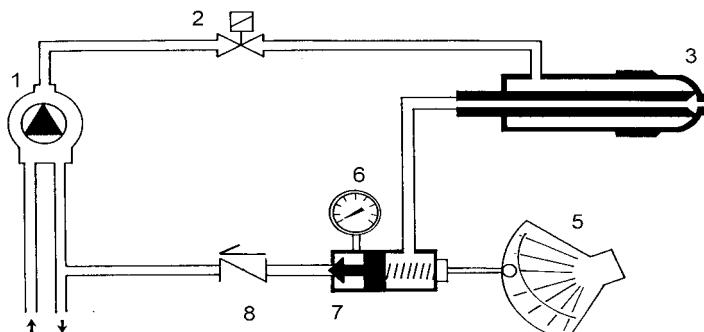

Рис. 21 -Режим ожидания
- 13 Сместить кулачок **IV** (малое пламя на мазутном топливе) в сторону минимальной мощности, с тем, чтобы сервопривод начал закрываться, до тех пор, пока два подшипника не совместятся с регулировочным винтом, относящимся к самой низкой точке: закручивать винт **V2** для увеличения расхода, откручивать - для уменьшения, с целью получения значения давления, как на графике на Рис.21, на основании требуемого расхода.